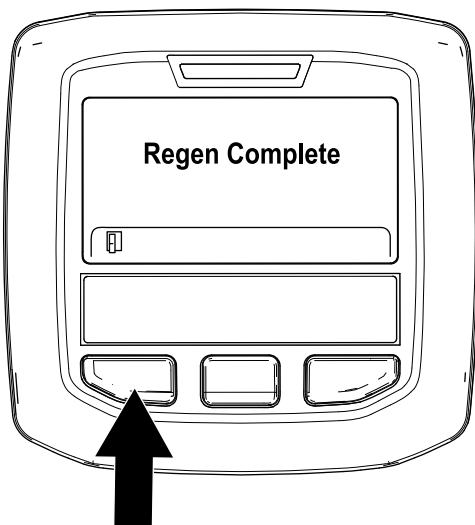

Figura 51
9. Cuando la regeneración en estacionamiento se haya completado, en el InfoCenter se muestra el mensaje "Regen Complete" (Regeneración completada). Pulse el botón izquierdo para salir de la pantalla de inicio (Figura 51).